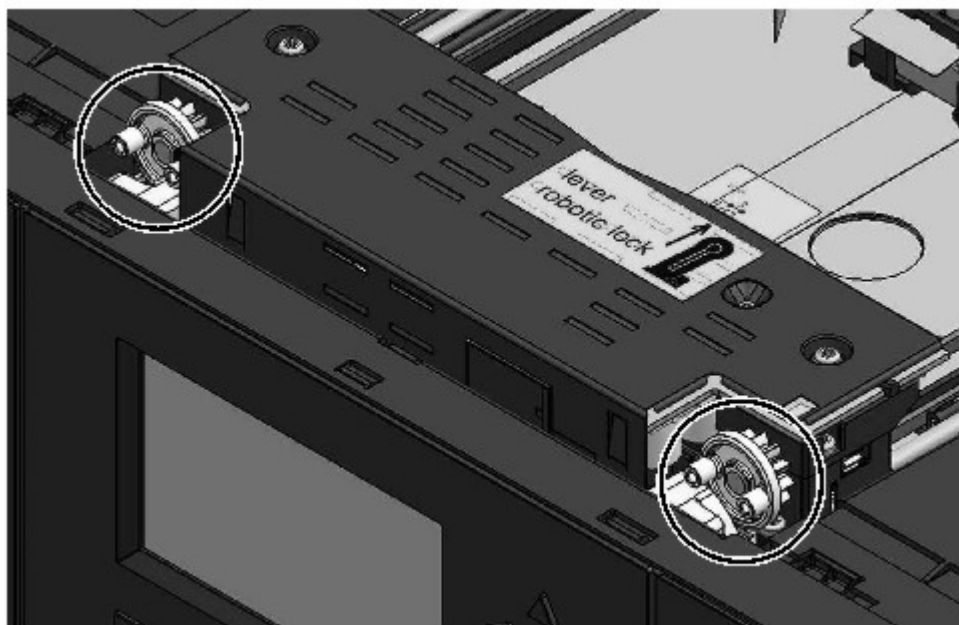

図 76. 水平に位置合わせされたピン
1. アクセサの隅にはそれぞれ、2 つの突き出しピンを備えたギアが付いています。アクセサ上のギアの 1 つを回転させて、2 つのピンを水平に位置合わせします。 144 ページの図 76 を参照